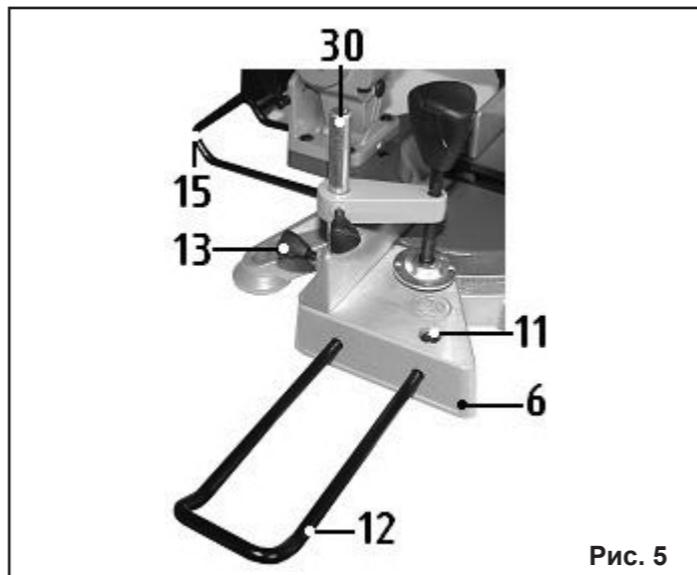

Рис. 5
### 8.4. Установка удлинителей рабочего стола (Рис.5)
8.4.3. Как показано на (Рис.5) установите удлинитель (12) в посадочные гнезда на основании (6) до упора.
### 8.5. Установка струбицы (Рис.5)
8.5.3. Как показано на (Рис.5) установите стойку струбицы (30) в гнездо на основании (6).